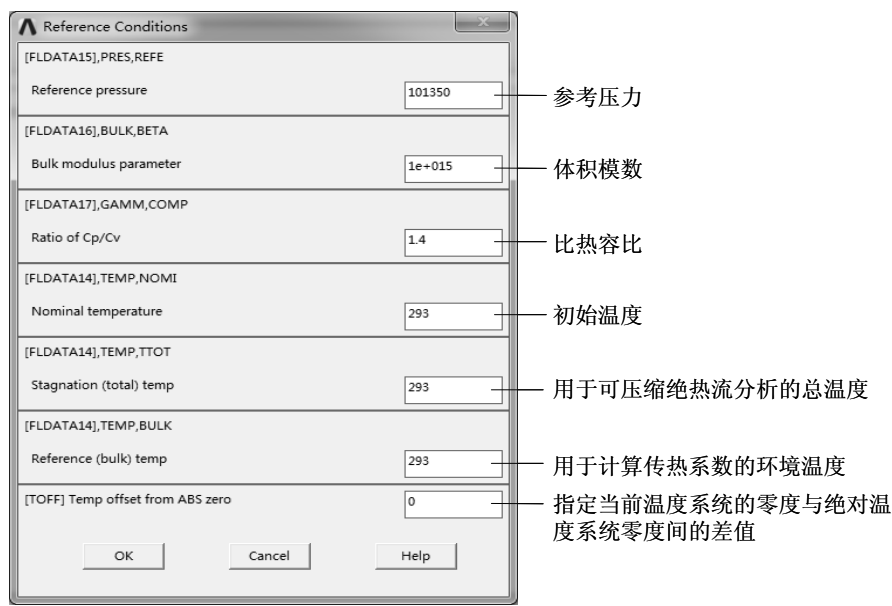

图 10-9 “Reference Conditions”对话框
(1) 参考条件——Reference Conditions 选择“Main Menu>Solution>FLOTTRAN Set Up>Flow Environment>Ref Conditions”命令，弹出“Reference Conditions”对话框，可设置参考条件，如图10-9所示。